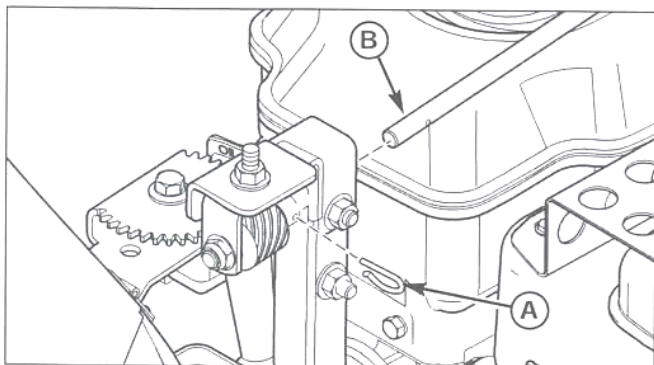

Рис. 31. Снятие вала вращающего механизма
9. Снимите стопор (А, рис. 31) и переместите тягу (В) назад на 7 сантиметров, чтобы вал отделился от червячного привода.
17. Вставьте тягу управления поворотом желоба (В, рис. 31) в червячное колесо и зафиксируйте при помощи стопора (А).